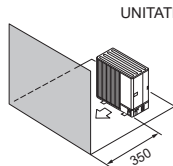

Fig. 2-12
- (4) Obstrucție sau suprafață închisă numai în față (Fig. 2-12)